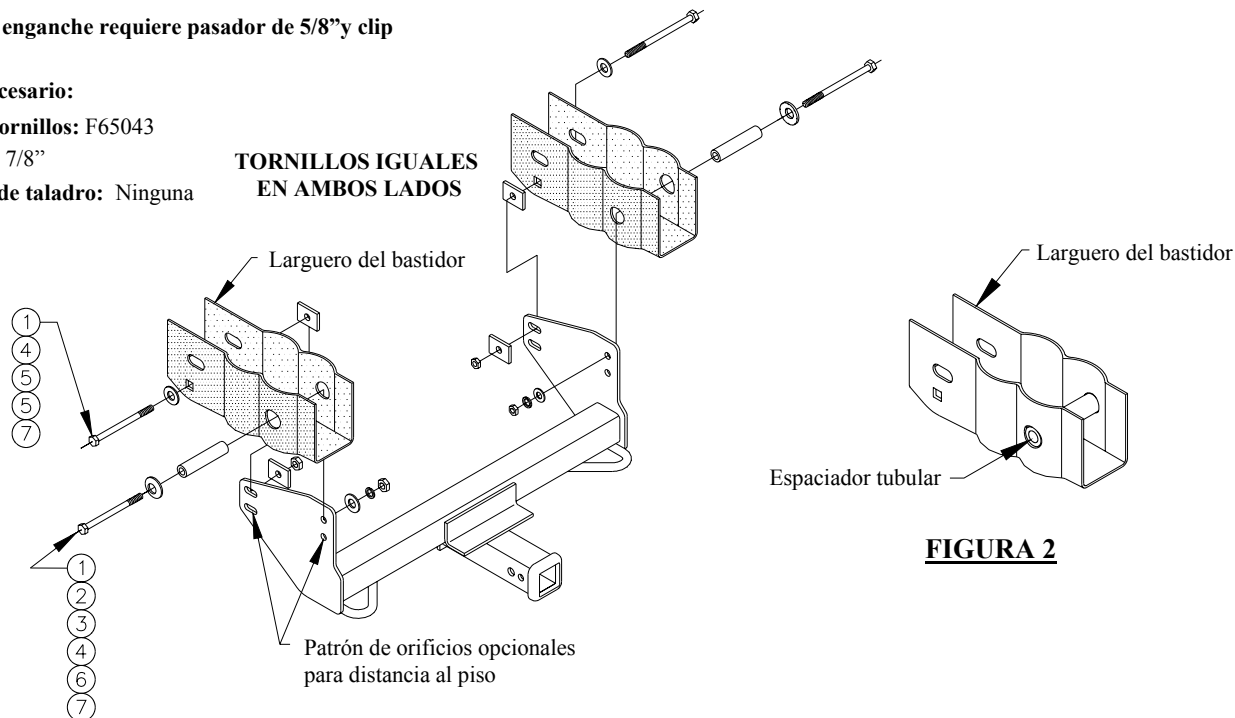

FIGURA 1
①	Cant. (4)	Perno hexagonal, 1/2"-13 x 6"	⑤	Cant.. (4)	Espaciador, 1-1/2" x 2" x 1/4"
②	Cant.(2)	Arandela cónica, 1/2"	⑥	Cant.. (2)	Arandela de bloqueo, 1/2"
③	Cant.(2)	Espaciador tubular	⑦	Cant. (4)	Tuerca hexagonal, 1/2"
④	Cant.. (4)	Arandela plana, 1/2"
- Coloque arandelas cónicas dentadas y espaciadores tubulares en los pernos hexagonales y posicione dentro de los orificios redondos en los largueros del bastidor del vehículo como se muestra en la figura 1.